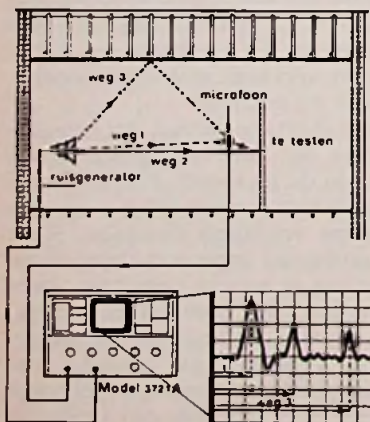

Fig. 1
Een correlatie-techniek opent de mogelijkheid om ter plaatse snel en betrouwbaar de absorptie-coëfficiënt van bepaalde materialen en constructies te meten. Bij de in fig. 1 geschetste situatie kan het geluid van de luidspreker de microfoon langs tal van wegen met verschillende lengte bereiken. De looptijd van elk van deze wegen is uiteraard verschillend. Past men kruiscorrelatie toe tussen het aan de luidspreker toegevoerde signaal en het uitgangssignaal van de microfoon, dan geeft het eerste correlatie maximum op het beeldscherm van de 3721A de kortste weg (1) aan; het tweede maximum de daarop volgende, iets kortere weg (2) enz.